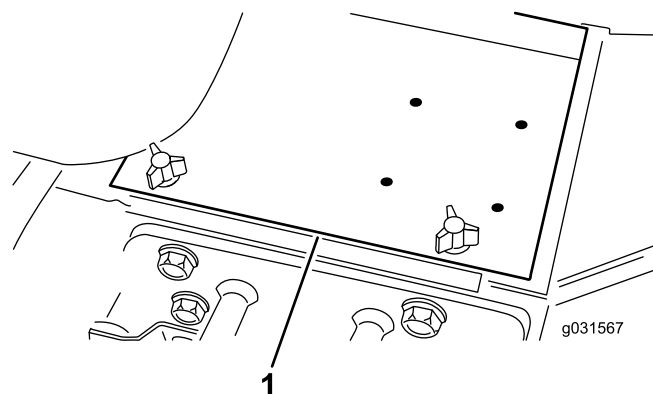

Figura 3
1. Retire a cobertura da bateria (Figura 3).